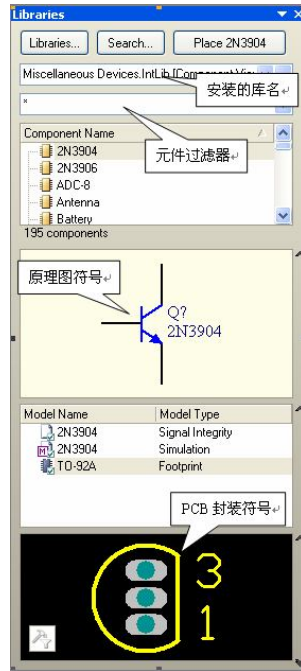
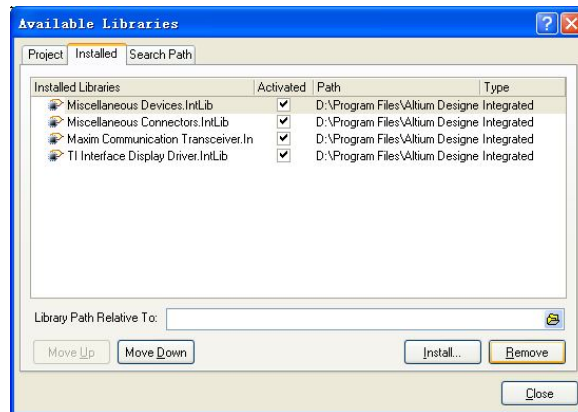

图 7-3 Libraries 面板
图 7-7 安装库文件对话框
(1) 单击 Libraries 标签，显示 Libraries 面板，如图 7-3 所示。
(1) 如果用户需要添加新的库文件，单击图 7-3 中库面板的 Libraries 按钮，弹出 Available Libraries 对话框，如图 7-7 所示。